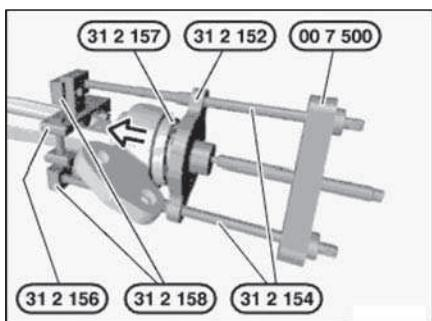

Рис. 16.13. Установка кронштейна
- Установить на поперечный рычаг без гнезд (5, см. рис. 16.2) приспособление «31.2.156/158» (рис. 16.13) и затянуть его от руки. Используя приспособления «00.7.500» и «31.2.152/154/157», напрессовать новый кронштейн на поперечный рычаг до установочной метки «С» (рис. 16.14), при этом наружная кромка (В) шарнира должна совпадать с меткой «С». Ослабить приспособление и проанализировать положение рычага и шарнира по меткам.